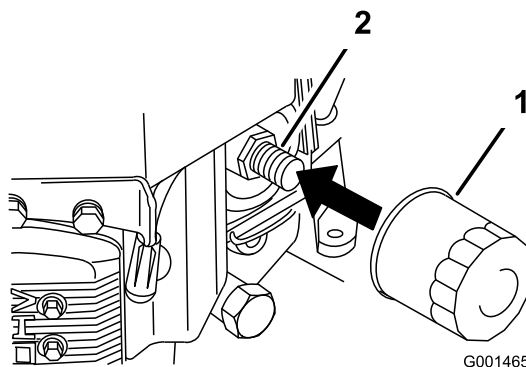

Figure 33
2. Retirez le filtre usagé (Figure 33).
3. Appliquez une fine couche d'huile neuve sur le joint en caoutchouc du filtre de rechange (Figure 33).
4. Posez le filtre à huile de rechange sur l'adaptateur, tournez le filtre dans le sens horaire jusqu'à ce que le joint en caoutchouc touche l'adaptateur, puis serrez le filtre de 3/4 de tour supplémentaire (Figure 33).